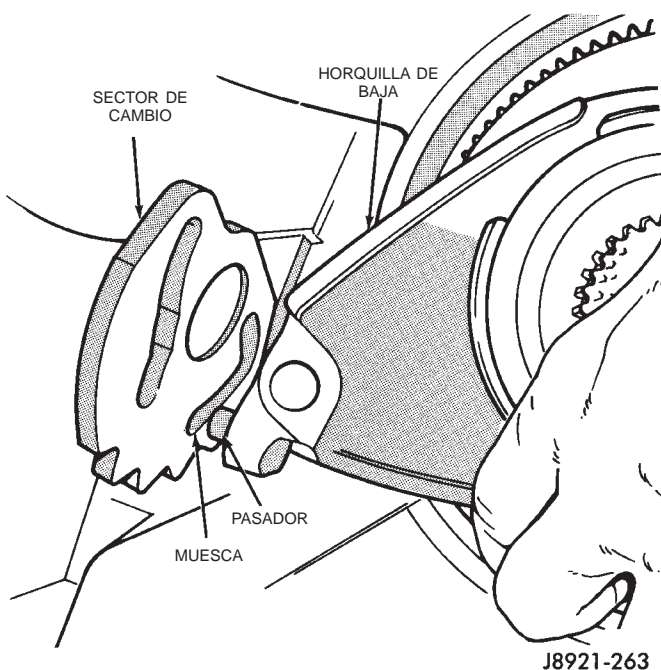

Fig. 70 Emplazamiento de la horquilla de baja
(5) Emplace la horquilla de baja y la maza en la caja. Cerciérese de que el pasador de la horquilla de baja está enganchado en la muesca del sector de cambio (Fig. 70).